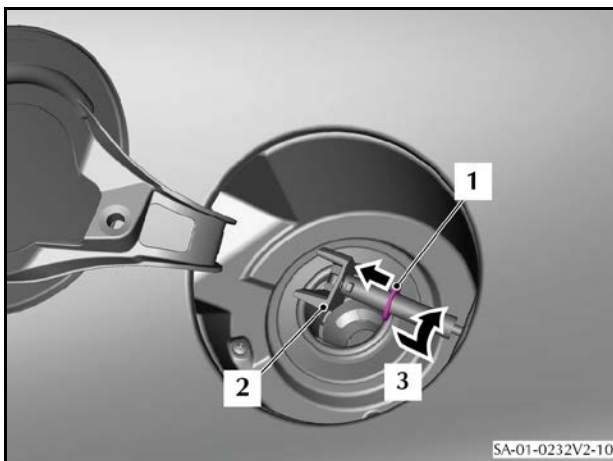

Figure 9
14. Positionnez soigneusement le joint en mousse (1) sur le guide de la trappe à carburant (2) (voir Figure 9).
15. Introduisez le guide (2) dans la carrosserie et tournez-le (3) pour le verrouiller en position.